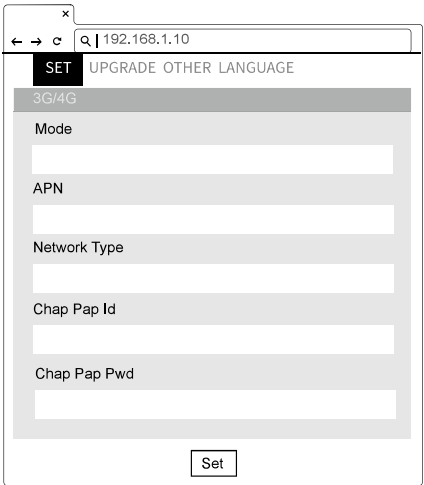

Figure 39. Informations sur le réseau
5) Saisir les informations relatives à APN, Chap Pap Id et Chap Pap Pwd. Voir la figure 39.